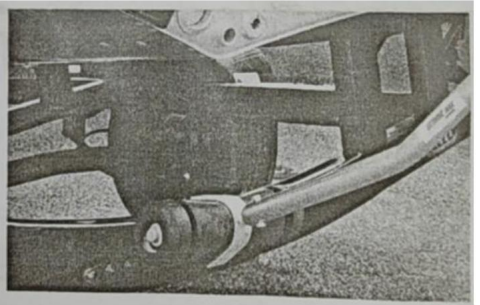

Figura 2
2. Como se muestra en la Figura 2, instale la varilla ajustable 3 (Número 7) en el soporte del tambor del remolque.